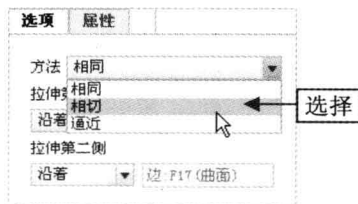

图 10-12 选择“相切”选项
Step 03 单击“选项”按钮，弹出“选项”下滑面板，单击“方法”右侧的下拉按钮，在弹出的下拉列表中选择“相切”选项，如图 10-12 所示。